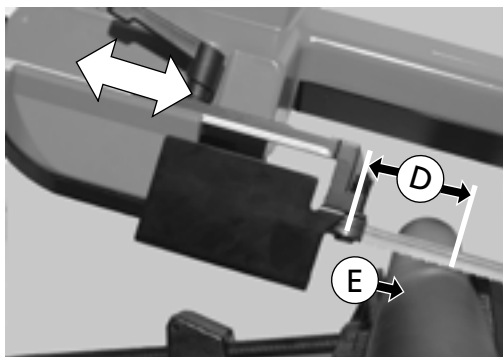

Abb. 24
2. Die Führung des Sägebands in Pfeilrichtung schieben (markiert durch weißes Rechteck). So soweit verschieben, dass die Fixerrädchen an dem Sägeband (B) möglichst dicht vor dem Werkstück (E) liegen, aber noch nicht dort anstoßen. Aus diesem Grund sollte der markierte Abstand auf (D) eingestellt werden (Abb. 24).